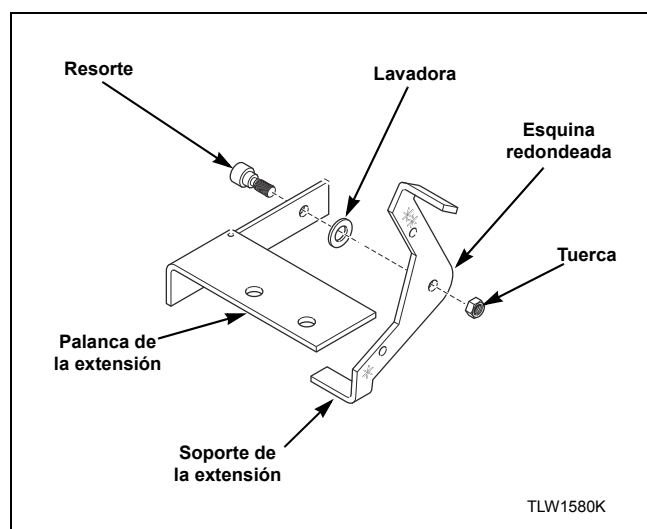

Figura 18
3. Instale la palanca de la extensión con la esquina redondeada mirando en dirección opuesta al soporte de la extensión usando un perno, una arandela y la tuerca. Consulte la *Figura 18*.